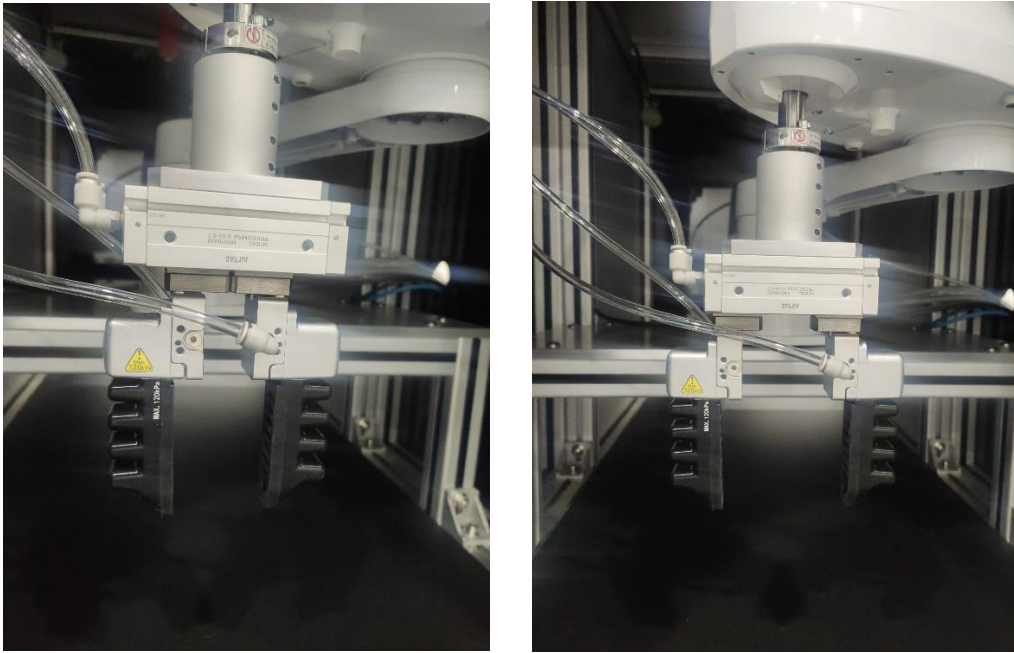

图 16 手指气缸缩紧（左）、张开（右）状态图
- 输入每一抓取物对应的手指气缸状态。根据待抓取物体的大小，按照抓取顺序输入每一抓取物所对应的手指气缸状态，手指气缸状态控制信号依次为 SOW (11) -SOW (15)。输入值为 0 时，手指气缸属于缩紧状态；输入值为 1 时，手指气缸为张开状态，如图 16 所示；